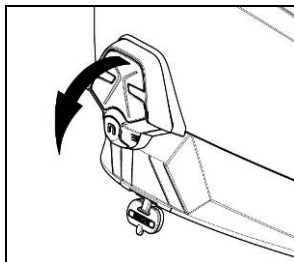

Fig. 10
- Quitar la luz ESS de la calota (Fig. 10).